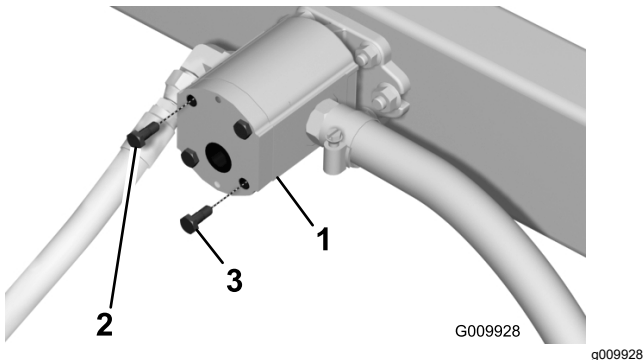

Figura 5
3. Retire el tornillo superior izquierdo y el tornillo inferior derecho de la chapa de la bomba existente (Figura 5).